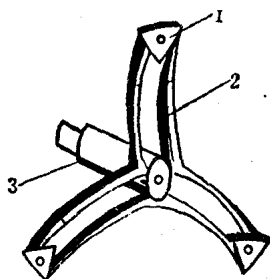

图 8 内筒骨架和转轴
**内筒骨架和转轴：**内筒骨架和转轴由合金铝制成，骨架中央是钢制转轴。内筒骨架通过螺钉与内筒后端面固定，组合成为一整体。内筒和内筒骨架要放在洗涤液筒内，其钢制转轴通过轴承与洗涤液筒后端面Y型支架的轴承座配合，转轴外端与大皮带轮结合。内筒的转动是通过大皮带轮带动转轴转动而实现的。内筒骨架和转轴结构如图8所示。